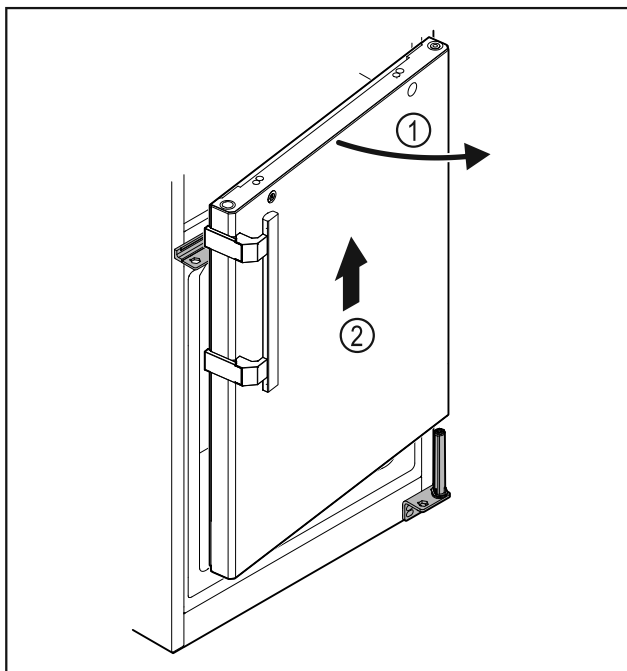

Fig. 33
- Mírně otevřete dvířka Fig. 33 (1), zvedněte je přibližně 200 mm rovně směrem nahoru a vyjměte je Fig. 33 (2).